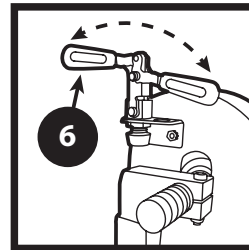

FIGURA 4
6. Para instalar o quitar la banda abrasiva, empuje la manija de tensión hacia la parte posterior de la máquina. (Figura 4) Cuando se haya liberado la tensión del resorte, abra la puerta del dispositivo de seguridad e instale o quite la banda abrasiva. Regrese la manija de tensión a su posición en la parte frontal de la máquina para ajustar la banda.